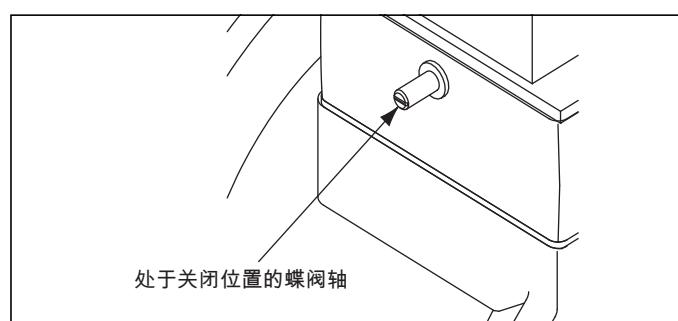

图 4.5. 空气蝶阀轴
- 在蝶阀轴的终端有一个平行于风挡（风阀）的沟槽。此沟槽用于蝶阀位置的目视指示。当轴槽垂直于通过蝶阀的空气流量方向时，蝶阀关闭。参见图 4.5。